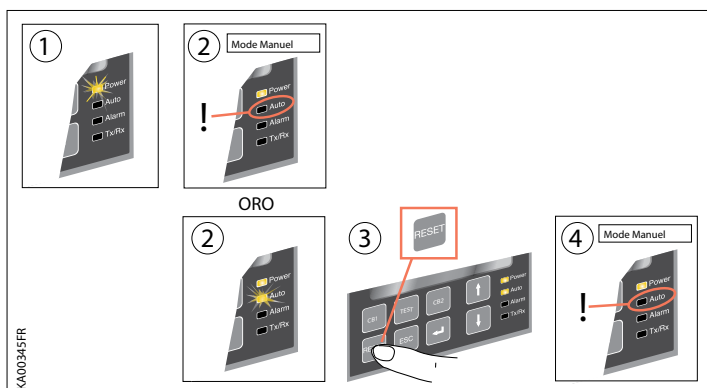

Figure 4.1 Sélection de l'Inverseur de source automatique ATS022 en Mode Manuel
- Vérifier que la LED Power est allumée, voir Figure 4.1/①.
- Si la LED Auto est sur OFF/②, l'inverseur de source automatique est en Mode Manuel.
- Si la LED AUTO est sur ON, appuyer une fois sur la touche RESET/③. La LED Auto commute sur OFF et l'inverseur de source automatique ATS022 reste en Mode Manuel/④.